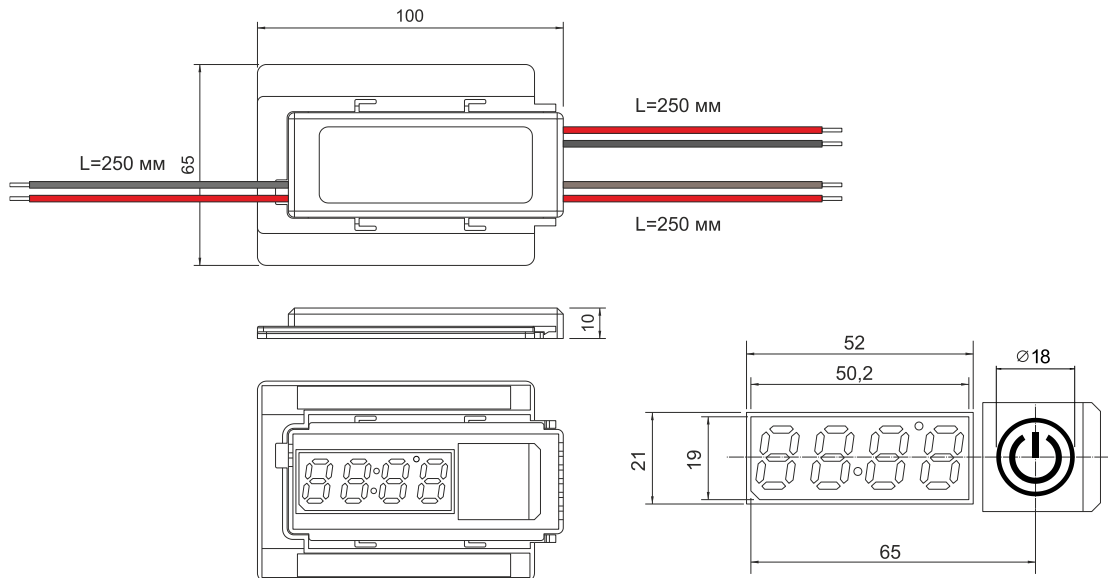
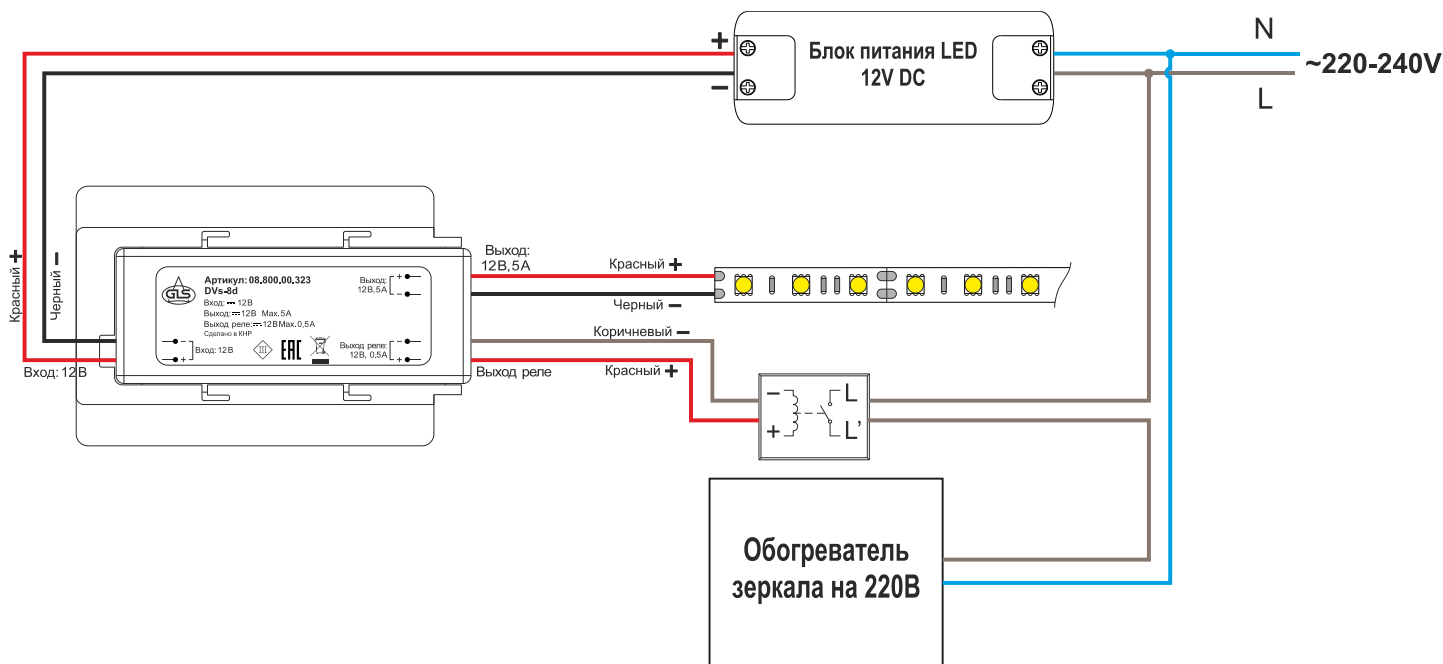

Рис. 1
Рис. 2
- Внешний вид, размеры сенсорного выключателя сенсорной кнопки указаны на Рис. 1.
- Схема подключения указана на Рис. 2.
- Снимите отражающий слой с задней стенки зеркала на месте установки сенсора. Ориентировочные размеры указаны на Рис. 1. Рисунок кнопки управления может иметь как форму окружности, так и прямоугольную форму. Примеры рисунков показаны на Рис. 2.
- Подключите провода к источнику питания, светодиодному источнику света и к реле антизапотевателя (Рис. 2).